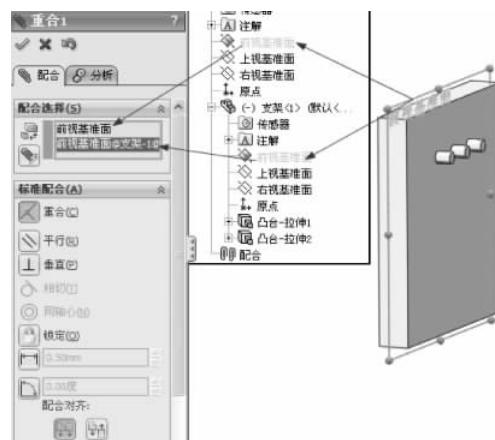

图 3-74 前视基准面重合
(4) 单击【装配体】工具栏中的【配合】按钮 ,弹出【配合】的属性设置。选择【标准配合】选项组下的【重合】配合类型 ,单击【配合选择】选项组下的选择框,然后在图形区域的特征树中选择如图 3-74 所示的装配体环境下的前视基准面和支架零件的前视基准面,其他保持默认,单击【确定】按钮 ,完成前视基准面重合的配合。